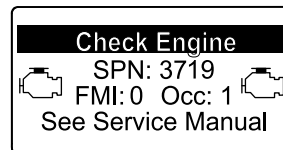

Figura 39
- Se è necessaria una rigenerazione di recupero, viene visualizzata un'avvertenza motore nell'InfoCenter SPN 3719, FMI 16 (Figura 39) e il computer riduce la potenza del motore all'85%.